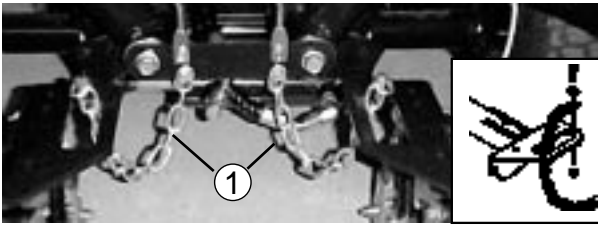

図21
4. 各キャリア・フレームのスロットにチッパー・チェーンを下から上に通し、チェーンをキャリア・フレームの上に固定する（図21；キャップスクリュー、ワッシャ、ロックナットを使用）。